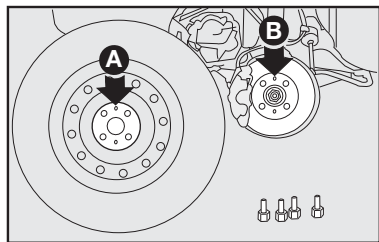

fig. 5
7) Montar a roda sobressalente, encaixando os furos **A-fig. 5** com os respectivos pinos **B**.